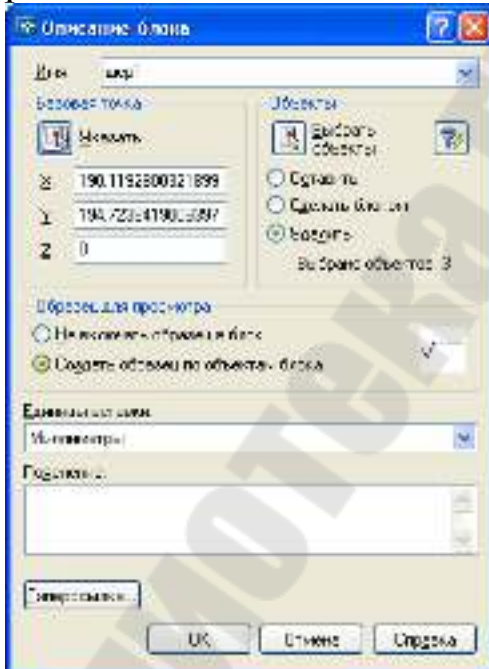

Рисунок 3.4 Диалоговое окно «Описание блоков»
1. На панели «Рисования» выбрать пиктограмму «Создать блок» см рис. 3.4.